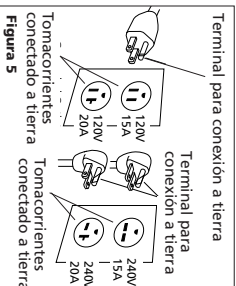

Figura 5 Tomacorrientes conectados a tierra
1. Si el enchufe del cordón eléctrico no le parece familiar o si no entra en el tomacorrientes, la Figura 5 le permitirá familiarizarse con éstos y con los voltajes necesarios para los mismos.